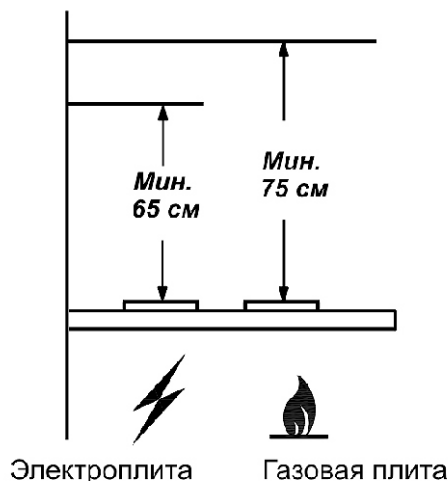

рис. 1
1.2 Вытяжку устанавливайте на высоте, как показано на рис. 1.
4.7 Устанавливайте вытяжку над плитой в соответствии с рис. 1.
- разметьте линию установки нижней части зонта над плитой (рис. 1);